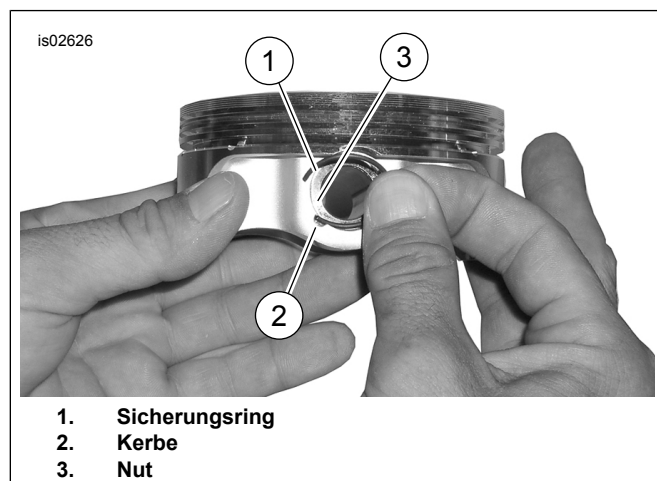

Abbildung 3. Sicherungsring und Kolben
- Siehe Abbildung 3. Das offene Ende des Sicherungsrings (1) in die Kerbe (2) der umlaufenden Nut (3) des Kolbenbolzenvorsprungs so einsetzen, dass sich die Öffnung beim Einbau entweder in der 12-Uhr-Position oder 6-Uhr-Position befindet.